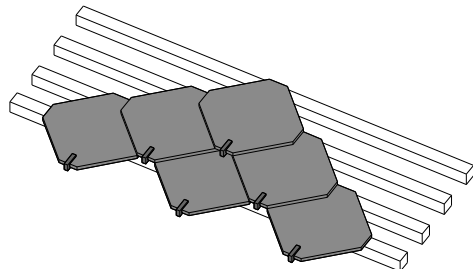

fig. 7.42
- La **pose en diagonale** avec des ardoises carrées (fig.7.42).